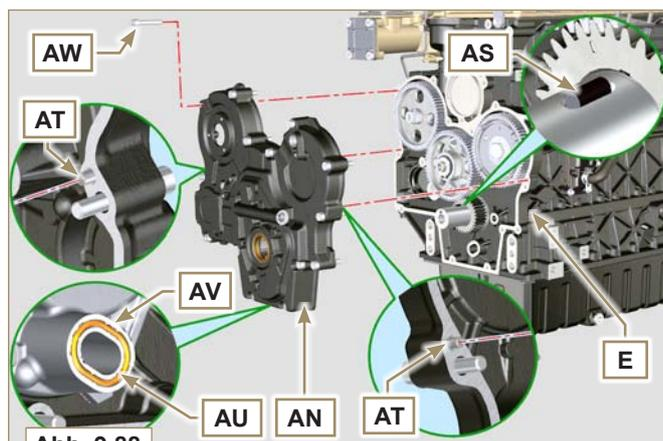

Abb. 9.88
- 2 - Sicherstellen, dass der Keil **AS** (**Abb. 9.88**) korrekt in die Kurbelwelle eingesetzt wurde und nach oben weist.
- 5 - Überprüfen, dass die 2 Kegelstifte **AT** (**Abb. 9.88**) korrekt auf dem Verteilergehäuse **AN** angebracht sind.